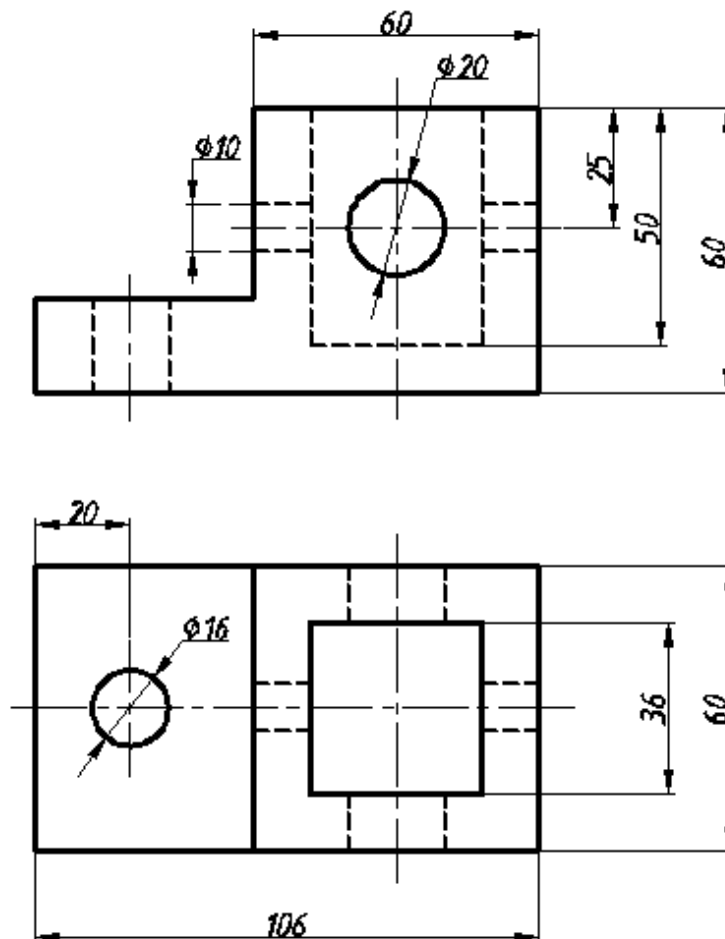

Рис. 26. Условие задачи 3
Постановка задачи 3. Построить на экране дисплея 3D-модель объекта 3 по исходным данным на рис. 26. Объект представляет собой деталь. Особенность: отверстия расположены на всех взаимно-перпендикулярных гранях.
1. Анализируем деталь. По изображениям на рис. 26 следует мысленно представить конструкцию детали во всех подробностях. Затем необходимо расчленить деталь на простейшие геометрические формы с учетом специфики формирования 3D-тел в AutoCAD, которая предполагает получение твердого тела из простейших геометрических тел, используя операции объединения, вычитания, выдавливания, пересечения и т. д.